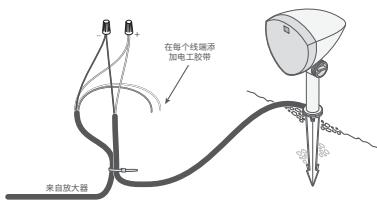

图 7
2. 从离放大器最远的扬声器开始,根据下表剥去相应放大器通道的地线切割端3/4英寸(1.9厘米)的绝缘层,然后剥去相应扬声器尾纤末端的绝缘层。用电工胶带包裹所有未使用的电缆,以防受潮和短路(见图7)。
3. 用扎带将直埋电缆连接到扬声器尾纤(见图7)。